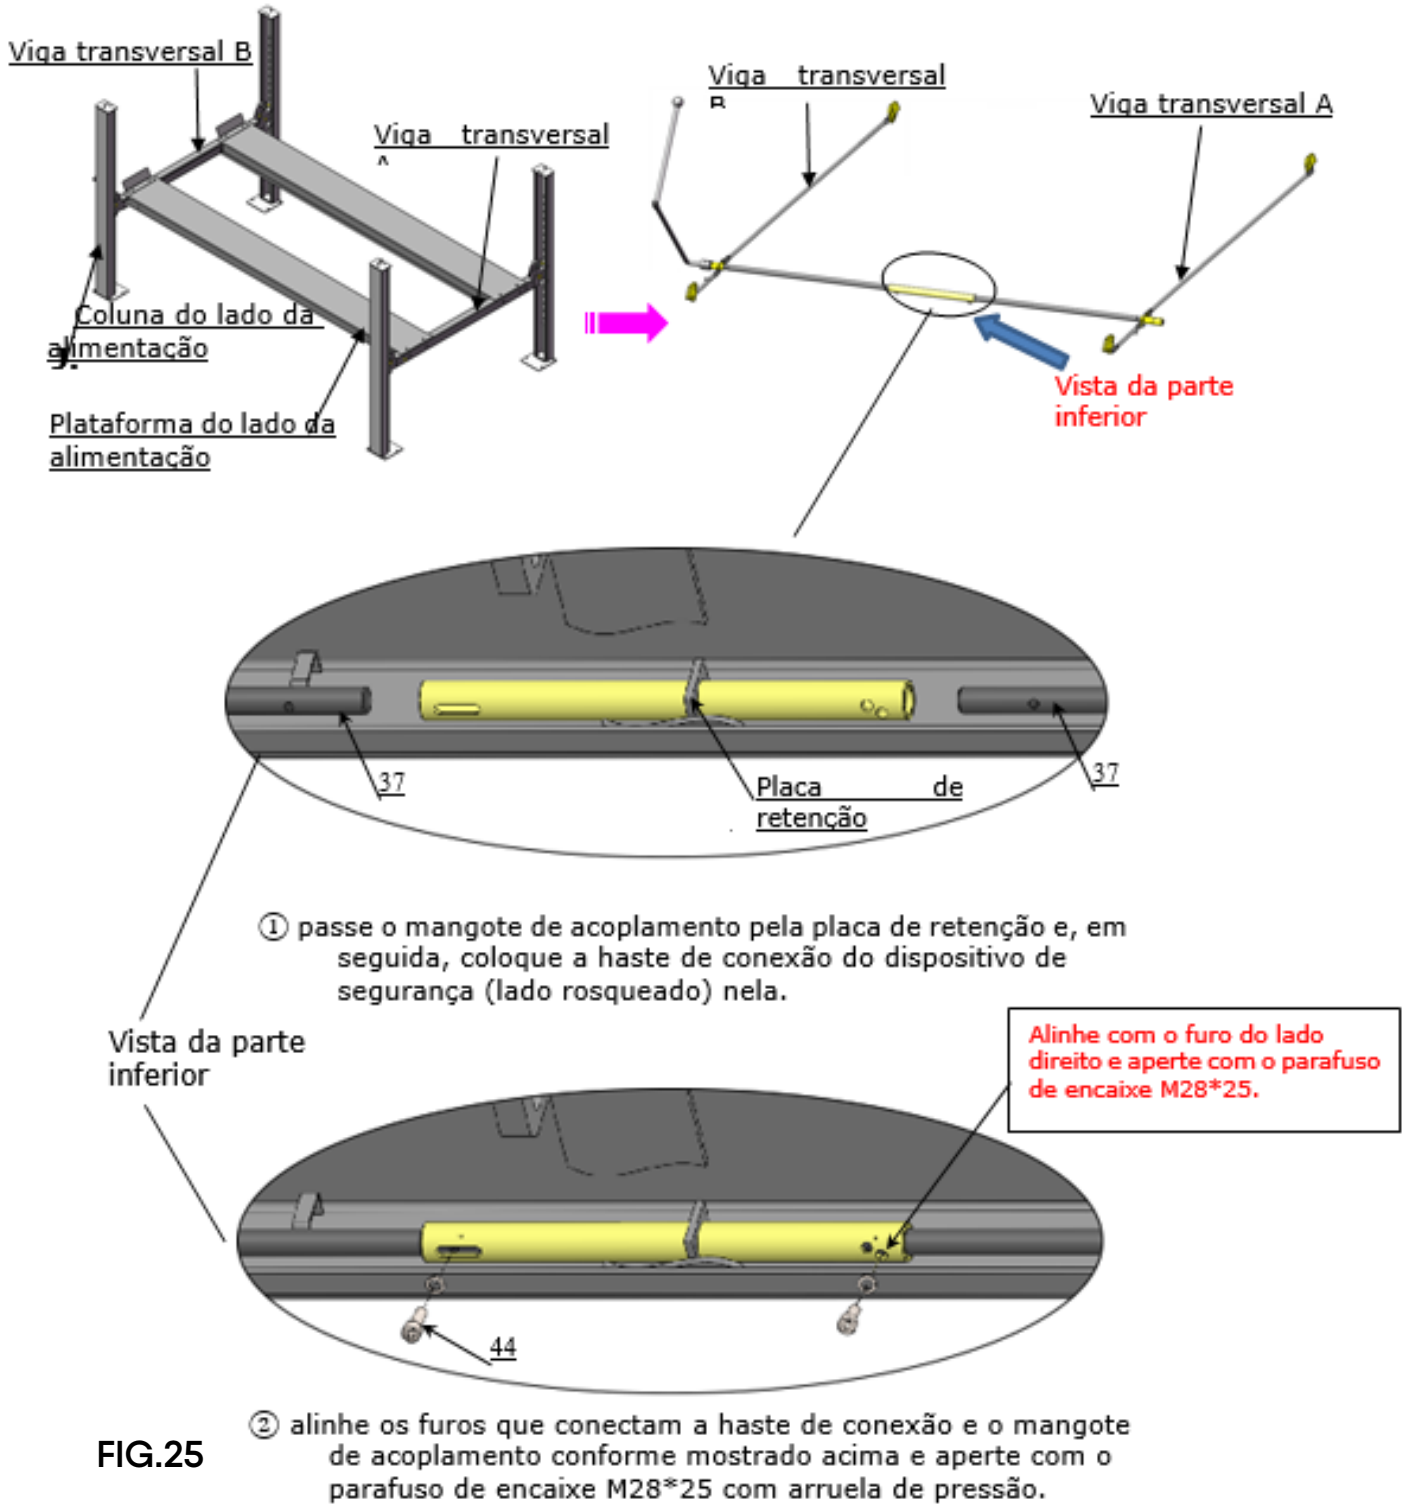

FIG.25
2.2. Ilustração de instalação da manga de acoplamento quando a coluna do lado da energia está na posição como mostrado abaixo. Veja a fig. 25